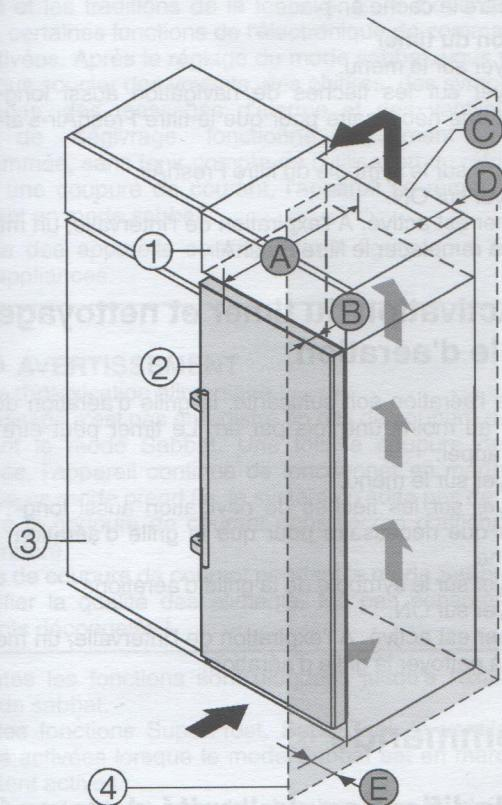

Fig. 20
L'appareil peut être réagencé avec des buffets de cuisine. Pour adapter l'appareil Fig. 20 (2) à la hauteur du coin cuisine, une rehausse Fig. 20 (1) peut être posée sur l'appareil.
L'appareil peut être installé directement à côté du buffet de cuisine Fig. 20 (3). Pour pouvoir ouvrir complètement les portes, l'appareil doit déborder de la profondeur Fig. 20 (B) par rapport à la façade du buffet. L'appareil peut déborder encore plus en fonction de la profondeur des buffets et de l'utilisation de cales d'épaisseur.
- Une sortie d'air avec la profondeur Fig. 20 (D) doit être présente au dos de la rehausse sur toute sa largeur.
- La section de ventilation Fig. 20 (C)sous plafond doit être respectée.
Si l'appareil avec les charnières est installé près d'une paroi Fig. 20 (4), la distance Fig. 20 (E) entre l'appareil et la paroi doit être respectée. Ceci correspond à la saine de la poignée avec la porte ouverte.